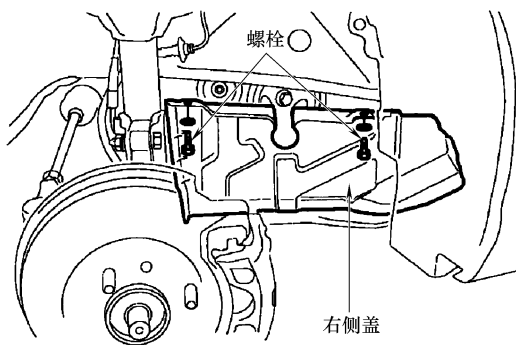

图 31-29 螺栓和右侧盖
3) 如图 31-29 所示, 拆卸右侧盖的 2 个螺栓和右侧盖。